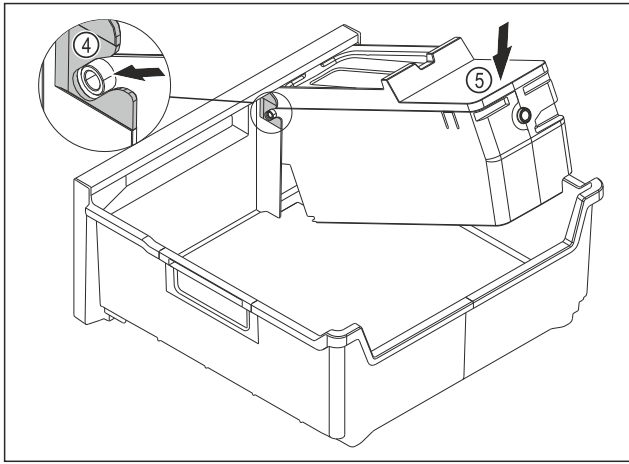

Fig. 110
- ▶ EasyTwist-Ice-corpus monteren: Assen van de EasyTwist-Ice-corpus in de geleidingen Fig. 110 (4) schuiven.
- ▶ EasyTwist-Ice-corpus Fig. 110 (5) achter omlaag drukken.